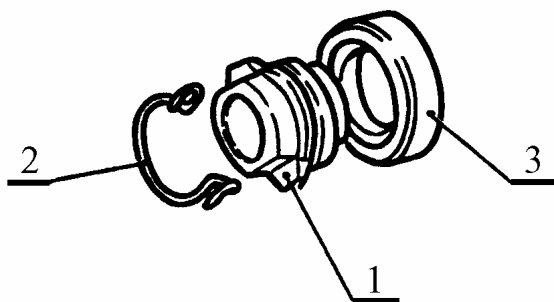

Рис.3. Детали муфты 2101-1601180 подшипника выключения сцепления в сборе:
Общий вид муфт подшипников выключения сцепления в сборе приведен на рис.3 и 4.
- снять с муфты 1, рис.3, пружину 2 (плоскогубцы);
– установить на муфту 1, рис.3, пружину 2.